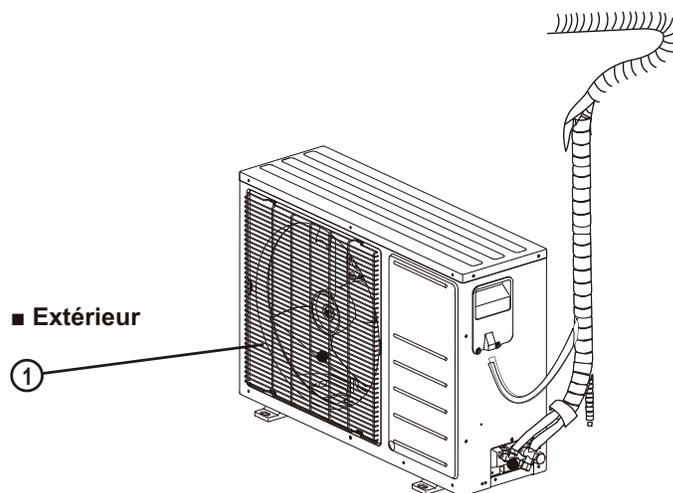

Fig. 3 –Liste de pièces
2. Utilisez une base rigide pour soutenir l'appareil dans une position de niveau. Si l'appareil doit être fixé à la dalle (codes locaux, conditions ambiantes), boulonnez celui-ci au travers des découpes prévues à cet effet sur son plateau. Consultez le schéma de montage de l'appareil (figure 3) pour déterminer la taille du plateau et l'emplacement des découpes. Pour en savoir davantage sur les dispositifs d'arrimage résistants aux ouragans et la certification PE (Professional Engineer), communiquez avec votre distributeur. Pour les applications soumises à des conditions extérieures extrêmes, consultez le document « Directive d'application en climat froid, sans conduits ».